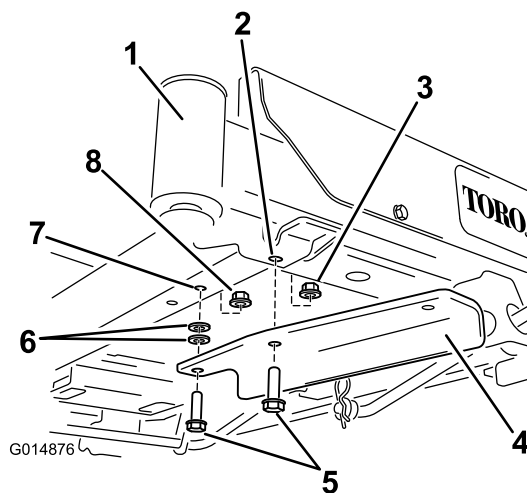

Bild 6
- Befestigen Sie an Maschinen ohne Hubpedal die Halterung mit zwei Schrauben ($\frac{3}{8}$ " x $1\frac{1}{4}$ "), zwei Scheiben und zwei Sicherungsmuttern ($\frac{3}{8}$ ") (**Bild 6**).